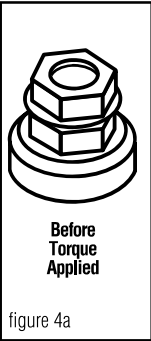

figure 4a
- Continue tightening the torque regulating bolt with a standard box or socket wrench until the torque regulating piece breaks away. If the connector has two (2) assembly bolts, alternately tighten until the hexagonal torque devices break away. **See figures 4a & 4b.** Note that the plastic “turbo” spacer on the side will also break. To make the installation even easier and to relieve torque from the cables, a second wrench can be used on the hexagonal piece on the bottom of the connector.
- Continué apretando este perno que regula la torsión con una llave estándar o de cubo hasta que la pieza que regula la torsión se parta y se separe. Si el conector tiene dos (2) pernos de ensamblaje, apriéte los alternativamente hasta que el dispositivo de regulación de torció se parta. **Vea la ilustración 4a y 4b.** Observe que el espaciador “turbo” de plástico en el costado también se fracturará. Para hacer esta instalación aún más fácil y para aliviar la torsión de los cables, se puede usar una segunda llave sobre la pieza hexagonal al fondo del conector.